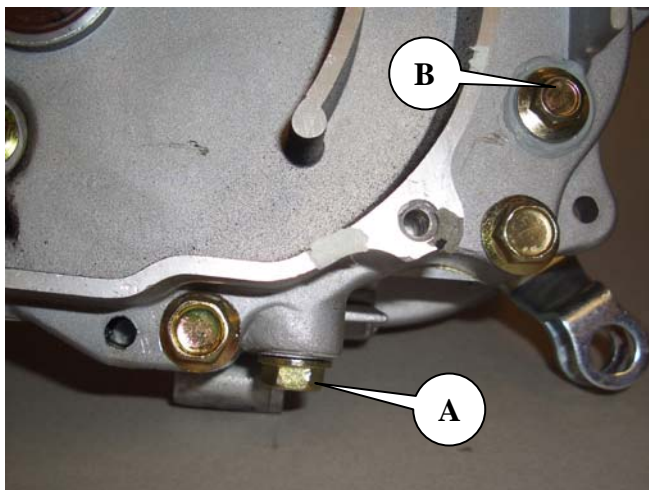

Abb.1
9. Befüllen Sie das Getriebe über die Levelschraube (B in Abb.1) mit 110 ml Getriebeöl SAE 75 / 90. Die Verwendung einer 60 ml- Spritze erleichtert das Einfüllen (Abb. 4)